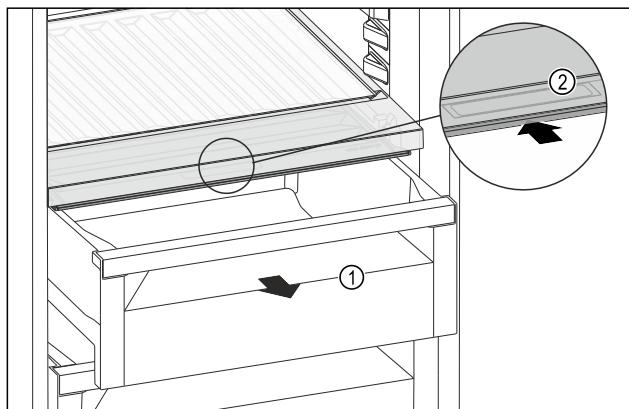

Fig. 171
- ▶ 拉出抽屉 Fig. 171 (1)。
- ▶ 抓住抽屉盖上的内嵌式拉手 Fig. 171 (2)，并同时向后推入抽屉盖。